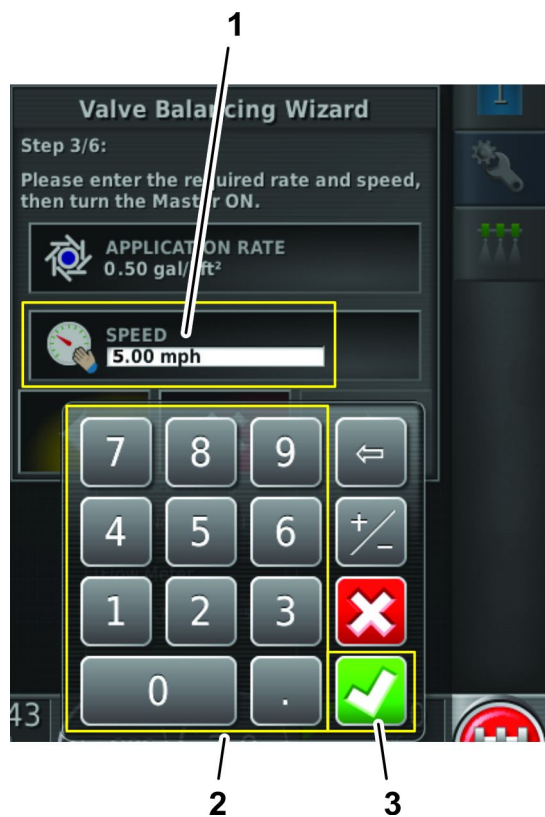

Figura 51
7. Utilize o teclado numérico para introduzir a velocidade a que deseja pulverizar e, em seguida, pressione o ícone de Confirmar (Figura 51).